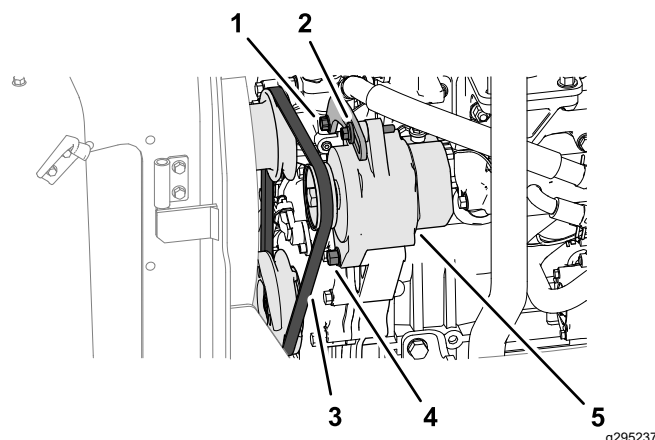

Bild 71
1. Üben Sie eine Kraft von 100 N (10 kg) auf den Lichtmaschinenriemen (**Bild 71**) in der Mitte zwischen den Riemenscheiben aus.
- Wenn der Riemen um weniger als 10 mm ausgelenkt werden kann, lösen Sie den Drehstift und die Spannschraube (**Bild 71**) der Lichtmaschine und verringern Sie die Riemen Spannung.
- Wenn der Riemen um mehr als 10 mm ausgelenkt werden kann, lösen Sie den Drehstift und die Spannschraube (**Bild 71**) der Lichtmaschine und erhöhen Sie die Riemen Spannung.
Hinweis: Lösen Sie bei Bedarf die Spannschraube der Halterung (**Bild 71**).
3. Ziehen Sie die Schrauben fest (**Bild 71**).